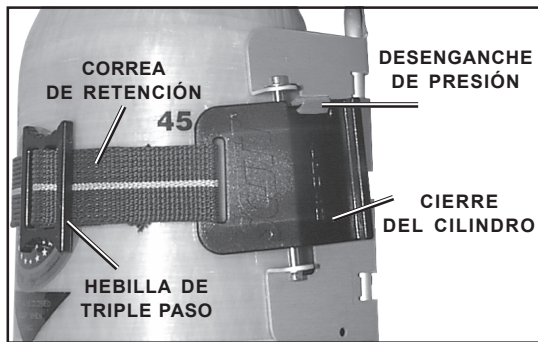

FIGURA 9
6. Destrabe el cierre del cilindro al oprimir el desenganche de presión al tiempo que levanta el extremo del cierre. Véase la Figura 9.